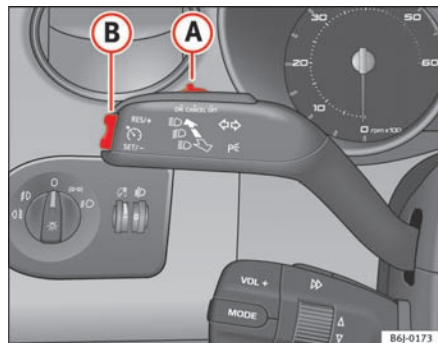

Fig. 111 Blink- og fjernlysarm: kontakt og vippe-knap til fartpilot
- Skub kontakten ⇒ fig. 111 **A** mod venstre til positionen **ON**.